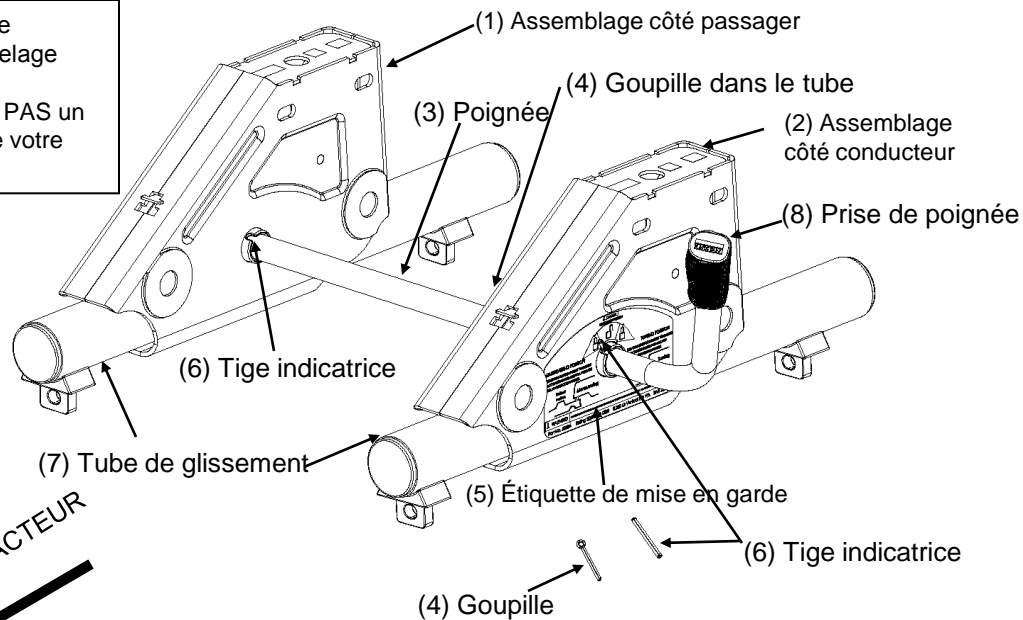

Figure 1
1. Ces instructions devraient être utilisées pour monter la REESE™ Fifth Wheel Slider. Du soin et de l'attention aux détails assureront une installation sécuritaire, rapide et de qualité. Vérifier les pièces avec la figure 1 pour vous familiariser avec l'ensemble.